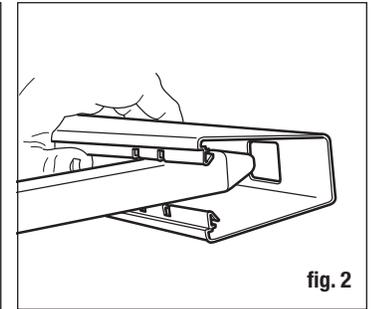

fig. 2
- Insert a picket into the throat of the rail, and proceed through the routed hole as shown. **DO NOT SNAP INTO PLACE** (fig. 2).
Post hole spacing is 96 in. post-center to post-center (fig. 2). Mark post hole locations along string line. Double check all measurements. Check local regulations for any special requirements for post hole depth. The fence will be stronger if the end, corner and gate posts are set at least 6" deeper than the line posts. Using a posthole digger or power auger, dig the holes 10-12" wide and 6" deeper than needed. Backfill the holes with 6" of gravel to drain water away from the bottom of the posts (fig. 3). Keep the height of your fence panels in mind when digging your postholes.
- Insérez un piquet dans la gorge de la traverse et dans le trou préparé, comme montré. **NE PAS ENCLIQUER EN PLACE** (fig. 2).
L'espacement des trous de poteaux est de 2,4 m (96 po) du centre du poteau au centre du poteau (fig 2). Veuillez indiquer les emplacements des trous de poteaux le long de la ligne du cordeau. Vérifiez à nouveau toutes les mesures. Vérifiez les réglementations locales pour toutes les exigences particulières en matière de profondeur des trous de poteaux. La clôture sera plus solide si les poteaux d'extrémité, de coin et de barrière sont placés à au moins 6 po de plus profonds que les poteaux de ligne. Utilisez la tarière électrique ou bêche tarière de trou de poteau et creusez les trous à 25,4 à 30,48 cm (10 à 12 po) de largeur et 15,24 cm (6 po) plus profonds que nécessaire. Remplissez les trous de 15,24 cm (6 po) de gravier pour drainer l'eau du bas des poteaux (fig. 3). En creusant vos trous de poteaux, n'oubliez pas la hauteur de vos panneaux de clôture.
- Inserte una estaca en la estricción del pretil, y prosiga a través del orificio recortado, como se muestra. **NO DESLICE PRESIONANDO PARA QUE QUEDE EN SU LUGAR** (fig. 2).